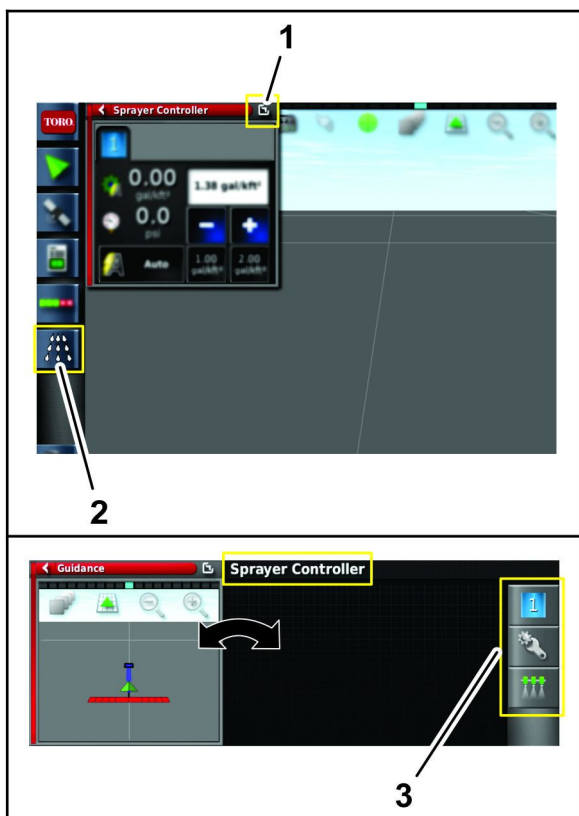

Figura 177
3. Pulse el icono del controlador del fumigador (Figura 177).
5. Pulse el icono Configuración del submenú del controlador de fumigación para mostrar el menú Configuración (Figura 177).
9. Pulse el icono Cambiar ventana para volver al menú del controlador de fumigación. (Figura 177).